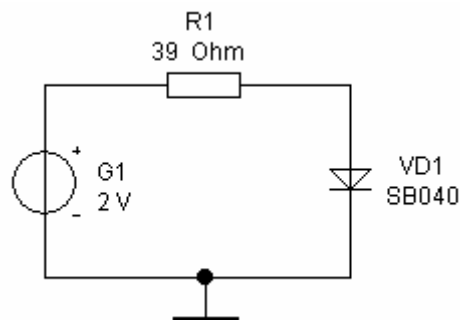

Рисунок 20 – Схема для задачи пункта 12
12. Определить режим работы диода в схеме (Рисунок 20), при $E=2В$, $R1=39\text{ Ом}$, используя ВАХ диода. Найти сопротивление постоянному току и дифференциальное сопротивление диода.